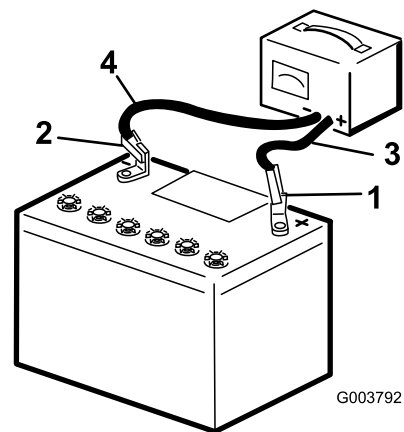

图 44
- 通过 2530A 的电流给电池充电时间为 10 至 15 分钟如果是 46A 的电流则为 30 分钟图 44。切勿过度充电。
- 电池充满电之后把充电器从电池插座上拔出然后将充电夹子线从电池电极上断开图 44。